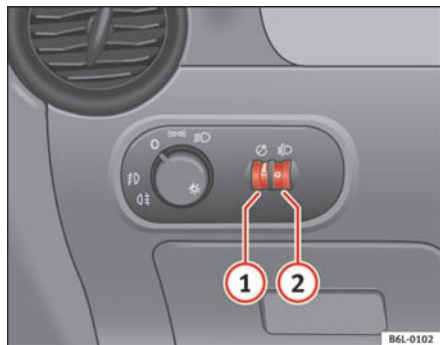

Fig. 57 Udsnit af instrumentpanelet: kontakter til instrumentlys og lyslængderegulering
Når forlygterne er tændt, kan lysstyrken i instrumenter og kontakter reguleres til at passe til dine behov ved at dreje på indstillingshjulet → fig. 57 ①.